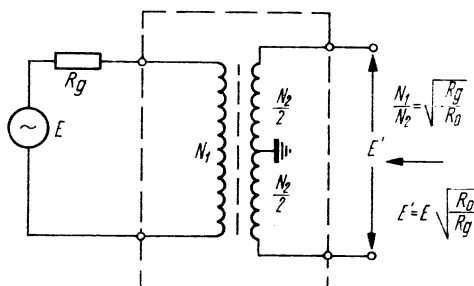

Rys. 10. Antena sztuczna AM
3. Przy strojeniu eliminatora p.cz. AM, obwodów wejściowych i heterodyny sygnał z wobulatora lub generatora należy doprowadzać do gniazda A-Z przez znormalizowaną antenę sztuczną AM (rys. 10).